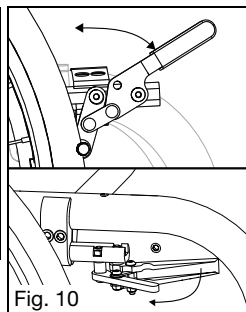

Fig. 10
5. Pruebe siempre el nuevo estado del seguro de la rueda sobre una superficie plana y nivelada. Con los seguros activados, las ruedas no deben poder desplazarse ni moverse. Si los seguros de las ruedas no están regulados correctamente, es indispensable modificarlos hasta que así lo estén. Ver Fig. 10.